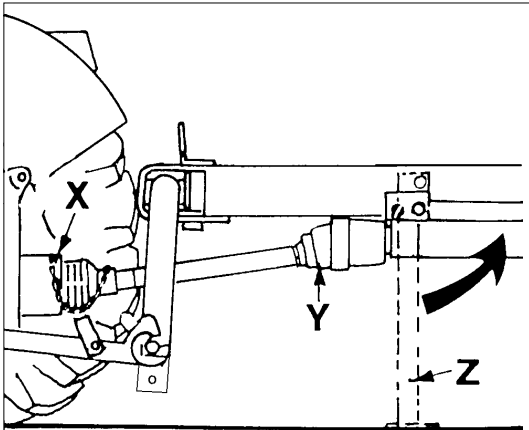

Bild 3-1
- Kreiselzetter an die Traktorunterlenker ankuppeln (Bild 3-1)
- Schutzrohr (X) mit Kette gegen Mitdrehen sichern (Bild 3-1)
- Stützfuß (Z) hochschwenken und verriegeln (Bild 3-1)